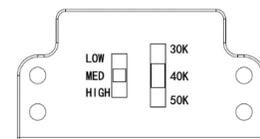

Figure 1.3
4. Hang the driver housing to the back box using the aircraft cable (Fig 1.3).
- Les interrupteurs sont situés à l'intérieur du compartiment du boîtier (Fig 1.3).